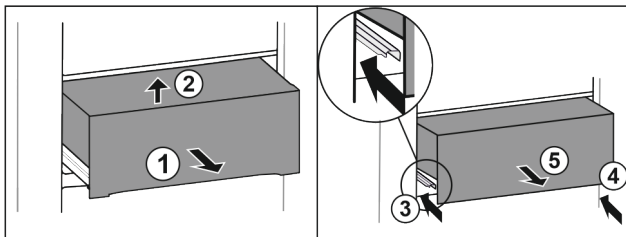

Fig. 22
- ▶ Sortir le tiroir à mi-chemin Fig. 22 (1).
- ▶ Le soulever à l'avant Fig. 22 (2).
- ▶ Rentrer le rail de gauche Fig. 22 (3).
- ▶ Rentrer le rail de droite Fig. 22 (4).
- ▶ Retirer le tiroir par l'avant Fig. 22 (5).